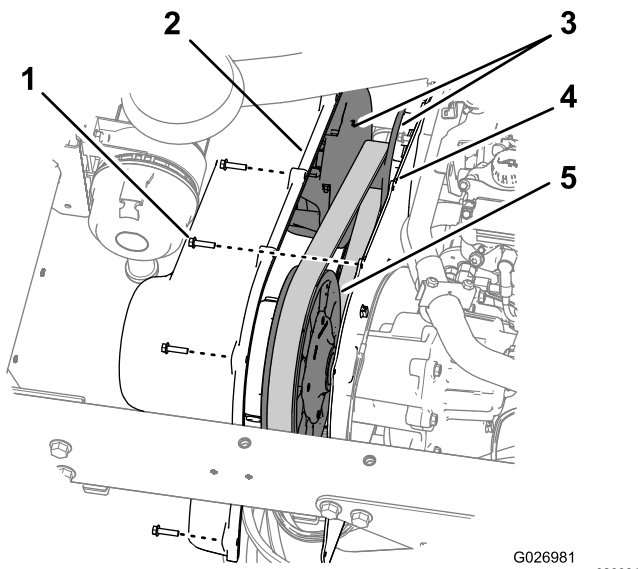

图64
1. 卸下将变速箱盖固定至变速箱安装板的9个六角垫圈螺栓¼ x 1英寸图64。
- 将变速箱盖上的孔与安装板上的孔对齐图64。
- 使用在步骤图64中卸下的9个六角垫圈螺栓 1/4 x 1 英寸将盖子固定到安装板上1并上紧螺栓扭矩至 10.2 12.4N·m。